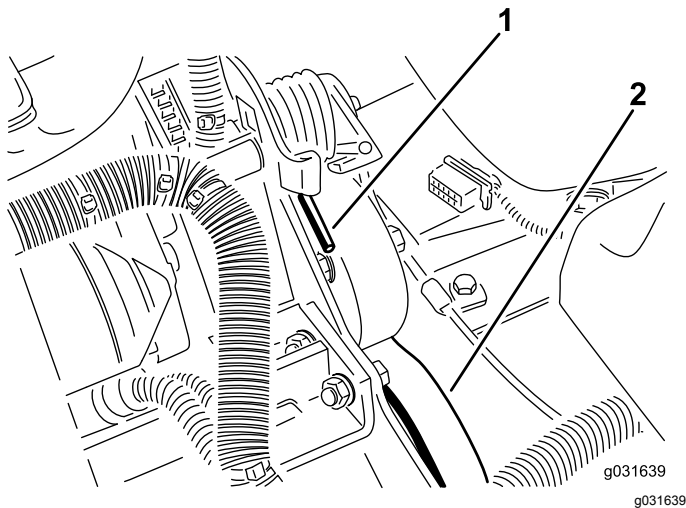

Figura 62
2. Empurre a mola para a frente e para trás para a desprender do apoio e libertar a tensão da mola (Figura 62).